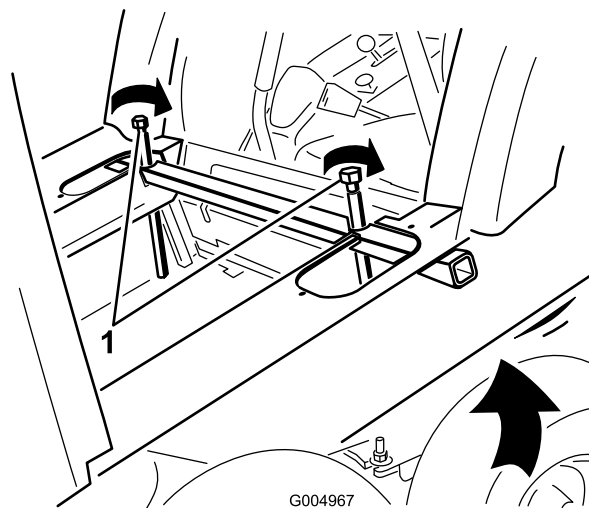

Figura 82
34. Levante a traseira da cabina o suficiente para libertar a parte de trás do banco ao apertar lenta e uniformemente os parafusos do macaco (**Figura 82**) em cada lado do tubo do macaco da cabina, um pouco de cada vez.